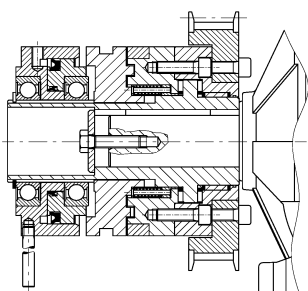

FIG. 1
- Il fissaggio del dispositivo può essere effettuato assialmente con vite e rondella (FIG. 1) oppure a richiesta mediante calettatori.
- The device can be fixed axially with a screw and washer (FIG. 1) or with its locking assembly (FIG. 4) or also be used a locking element (FIG. 5).